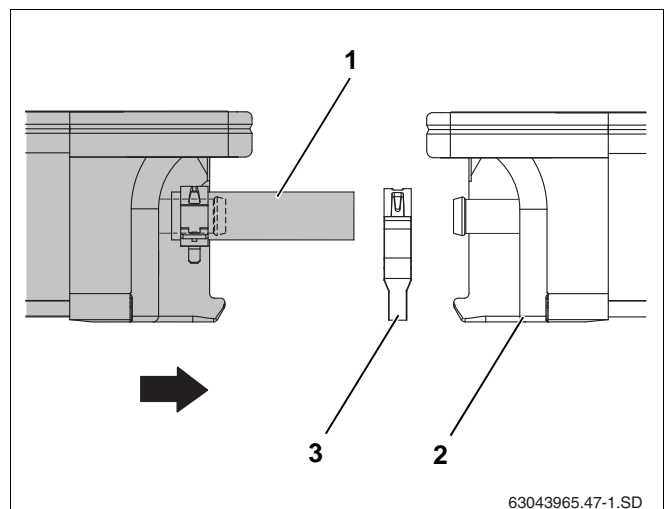

Fig. 46 Den anden solfanger skubbes hen til den første
- ▶ Læg den anden solfanger med de formonterede solvarmeslanger (fig. 46, **pos. 1**) på profilskinnerne, og lad den glide ind i nedskridningssikringerne.
- ▶ Skub det andet fjederbånd (fig. 46, **pos. 3**) på solvarmeslangen.
- ▶ Skub solfangeren hen til den første solfanger (fig. 46, **pos. 2**), så de formonterede solvarmeslanger skubbes på den første solfangers venstre tilslutninger.